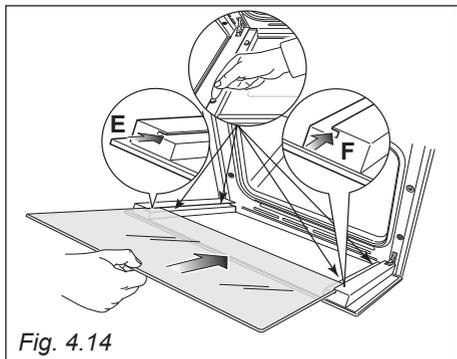
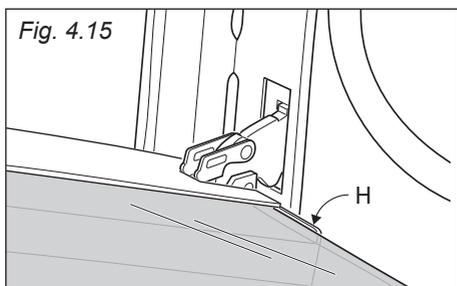

Fig. 4.14
Fig. 4.15
IMPORTANTE: È consigliabile, durante l'inserimento del vetro, tenere premuti in posizione i 4 distanziatori "D", mediante un dito, al fine di evitare la rottura o lo sfilamento dei distanziatori stessi (fig. 4.14).
- Inserire il vetro nelle guide "E" ed "F" (fig. 4.14) e farlo scorrere dolcemente fino ai fermi "H" (fig. 4.15).